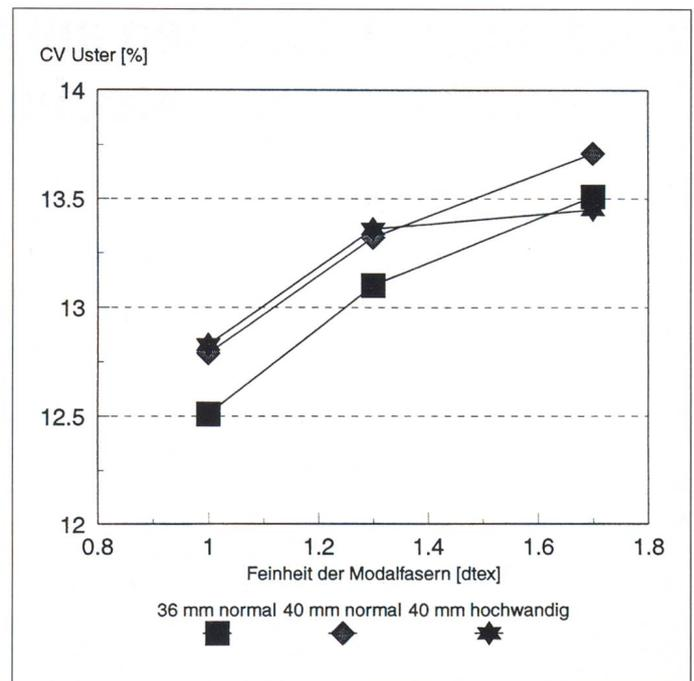

Abb. 14
• Garnleichmässigkeit, *Abb. 14, 15*